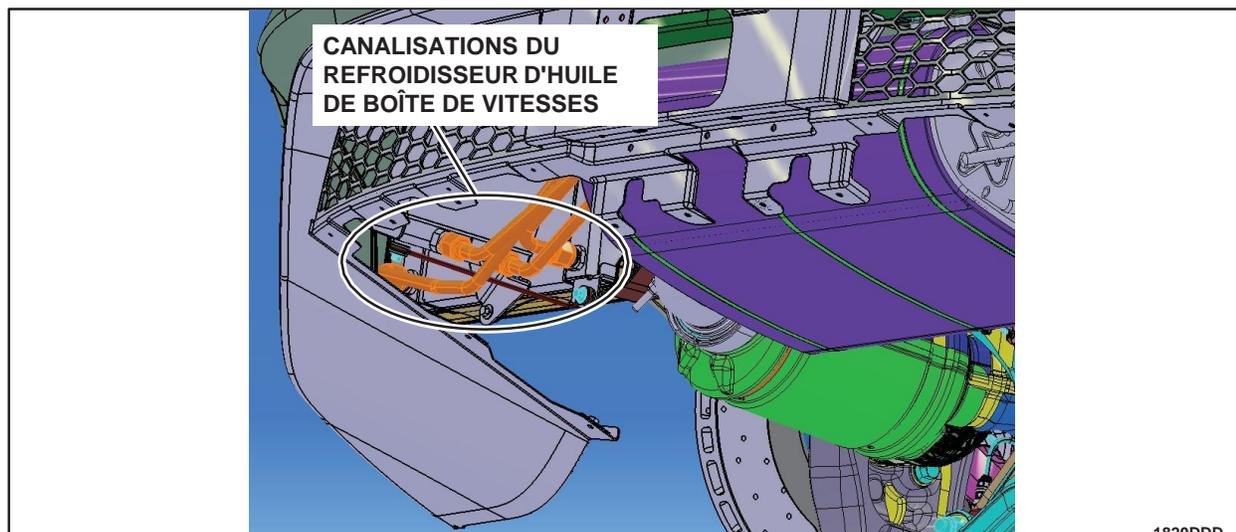

FIGURE 18
20. Installer et serrer les canalisations du refroidisseur d'huile d'engrenage de boîte de vitesses et d'huile d'embrayage. (Figure 18)